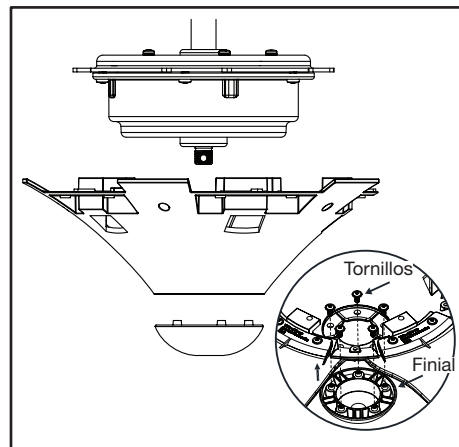

Figura 6
3. Coloca el volante boca arriba como se muestra (Fig. 6). Fija el finial a la parte inferior del volante alineando los orificios para tornillos del finial con los orificios del asa, asegúralo con tornillos y aprieta. (Figura 6)